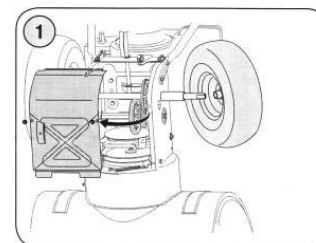

Рис. 31
- б. Снимите правое колесо, удалив винт и раструбную шайбу, которые крепят его к оси. См. рис. 31.